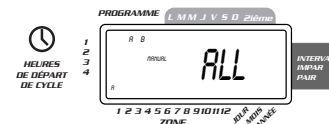

FIGURE 10: Arrosage semi-automatique pour les stations assignées aux programmes A et B
- Positionner le commutateur sur **AUTO**, ensuite appuyer sur la touche **MANUEL**. "AB", "MANUEL" seront affichés et "TOUS" clignotera [Voir Figure 10]. Cela indique que toutes les six (ou douze) stations dans les programmes A et B seront arrosées semi-automatiquement pendant les durées assignées en série.